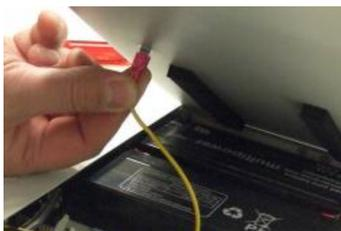

Fig. 84 : Connecteur de mise à la terre
9. **➤ Dévisser le connecteur de mise à la terre du couvercle avant et arrière (Fig. 84).**